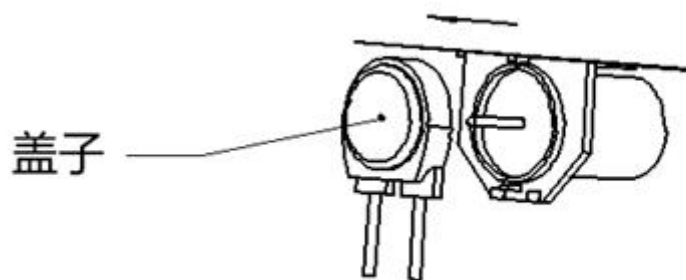

图 11
2、用手或辅助工具将卡扣 1 先往外拨开，倾斜翻起再松卡扣 2，取出盖子，如图 11，